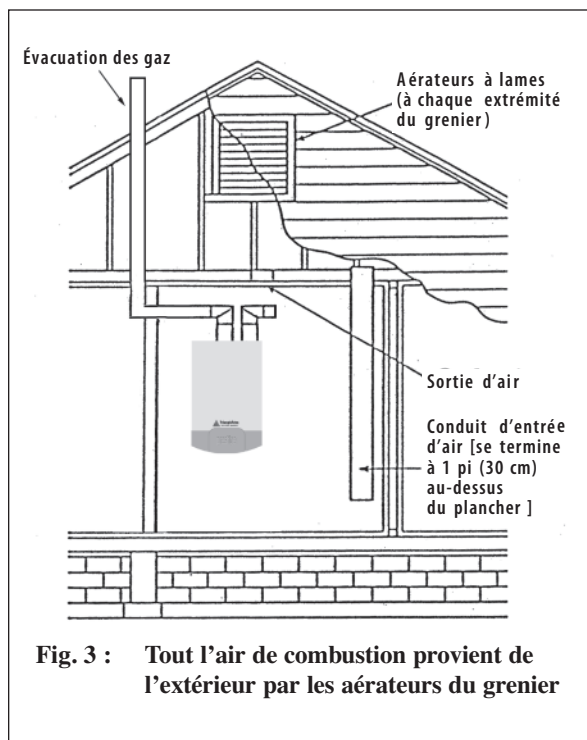

Fig. 3 : Tout l'air de combustion provient de l'extérieur par les aérateurs du grenier
- Une ouverture communiquant avec l'extérieur, soit directement, soit par un conduit vertical, devra avoir une section libre d'au moins $6,5 \text{ cm}^2$ (1 po^2) par 4000 btu/h de la puissance totale des appareils à gaz du local. Voir figure 3.